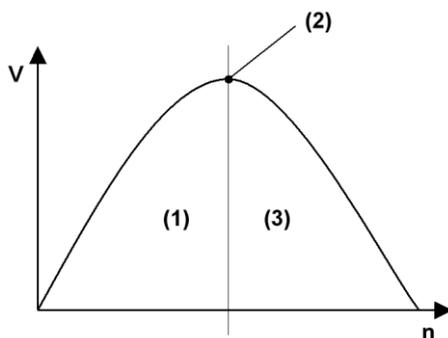

Abb. 8: Laufverhalten
Der Wendelförderer WF 450 arbeitet nur in der Einstellung (2) mit maximaler Teile-Fördergeschwindigkeit. Die Einstellung (2) entspricht dem Übergangspunkt aus dem Laufverhalten auf der **harten Seite** (1) in das Laufverhalten auf der **weichen Seite** (3). (→ Abb. 8)